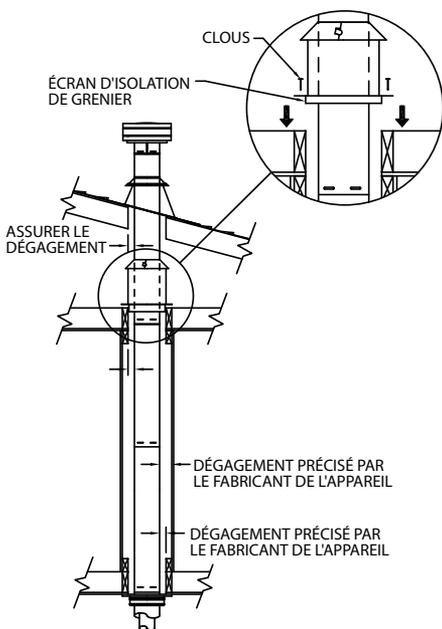

Figure 19
(1) Pour les installations verticales à plusieurs étages, un coupe-feu de plafond et exigé pour tous les étages (**Fig. 19**). Se reporter au **Tableau 1, page 8**. Découper et armer une ouverture carrée pour installer le coupe-feu du plafond.
(2) Si le conduit de ventilation traverse
(3) Si le système de ventilation passe par un espace de grenier, l'écran d'isolation de grenier ou une châsse doivent être installés pour empêcher tout contact entre les sections de tuyau et l'isolation ou d'autres débris. Pour l'écran d'isolation de grenier, clouer la base au plancher de grenier et ajuster l'écran à un niveau d'isolation approprié, puis fixer le collet au-dessus de l'ensemble (Fig. 19). Une châsse peut être construite avec des panneaux de gyproc ou des matériaux de construction similaires et charpentée autour de la boîte d'encastrement ou du conduit, le en conservant l'espacement aux matières combustibles comme l'exige le fabricant de l'appareil. Pour les plafonds voûtés, il faut construire une châsse puisqu'un écran d'isolation de grenier ne peut pas être installé.